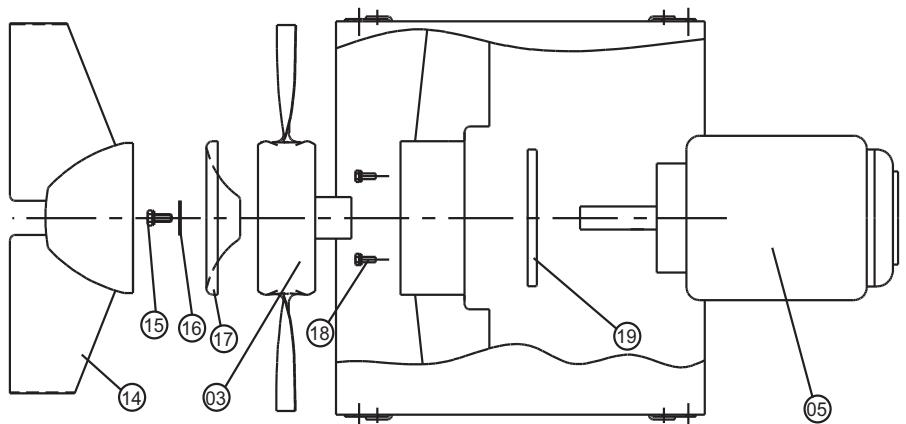

Abb. 3 Aus-/Einbau des Motors
- 4 **ARR:** Die Schrauben in den Leitschafeln an den An-/Abströmhäuben abschrauben und die An-/Abströmhäuben Abb. 3, Pos. 14 ziehen
- 5 Die Mittelschraube des Laufrades Abb. 3, Pos. 15 abschrauben und die Mittelscheibe Pos. 16 demontieren.
- 6 **AUR:** Den Nabendeckel Abb. 3, Pos. 17 demontieren.
- 7 Das Laufrad Abb. 3, Pos. 03 mittels eines Abziehers, der in den beiden Gewindelöchern des Nabenkerns zu befestigen ist, entfernen.
- 8 4 Stück Schrauben Abb. 3, Pos. 18 abschrauben.
- 9 Motor Pos. 05 und Motorflansch Abb. 3, Pos. 19 demontieren. Vor dem Ausbau die Position des Motors beachten. Bei Demontage und Zerlegung des Ventilators ist mit den Bauteilen vorsichtig umzugehen, damit die Motorlager oder andere Komponenten nicht durch Stöße oder andere Überlastungen beschädigt werden.
- 1 Nach Fertigstellung der Wartungsarbeiten den Motor Abb. 3, Pos. 05 wieder einbauen. Darauf achten, dass der Motorflansch Pos. 19 korrekt angebracht ist und die Motorwelle im Ventilatorgehäuse konzentrisch angeordnet ist, bevor die Schrauben Pos. 18 angezogen werden.
- 2 Das Laufrad Abb. 3, Pos. 03 auf der Motorwelle mittels einer Schraube, die im Gewindeloch der Motorwelle zu befestigen ist, montieren. Die Nabe des Laufrades bis zum Anschlag gegen den Flansch der Motorwelle anspannen. Prüfen, ob der Schaufelstanzspielraum am ganzen Umfang gleich groß ist. Andernfalls die Motorposition in der Aufhängung ändern. **Bitte merken:** Schlagwerkzeuge können Schaden an den Lagern anrichten.
- 3 Die Mittelschraube Abb. 3, Pos. 15 und die Mittelscheibe Pos. 16 und für Typ AUR den Nabendeckel Pos. 17 wieder anbringen.
- 4 **ARR:** Die An-/Abströmhauben Abb. 3, Pos. 14 montieren.